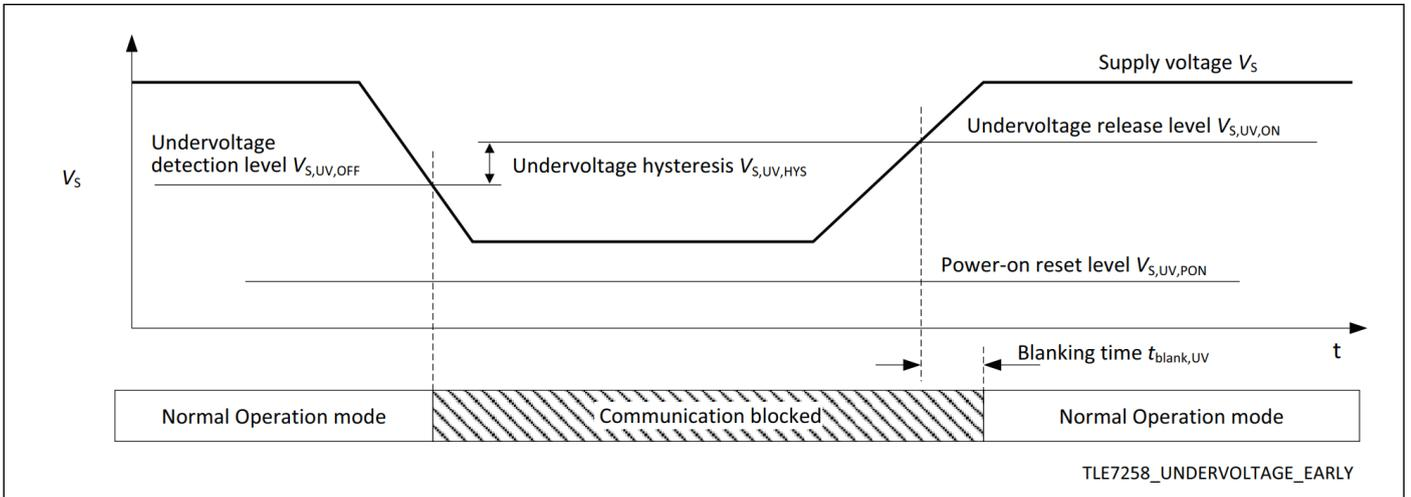

图 11 早期欠压检测
- 在正常运行模式下，TLE7258 在检测到欠压事件时会阻止 LIN 总线与微控制器之间的通信。但是，不会发生模式更改。当 V_S 上升到欠压释放电平 $V_{S,UV,REL}$ 之上后，当 TxD 输入上的信号变“高”时，总线通信将被释放。见图 11。